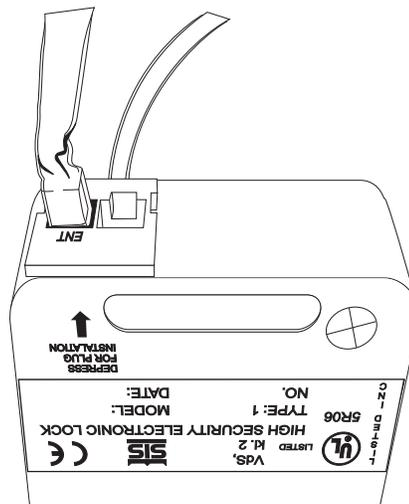

Figura 11
6. Collegare il cavo proveniente dal dispositivo di ingresso direttamente nella porta del connettore contrassegnata con ENT sulla serratura (figura 11).